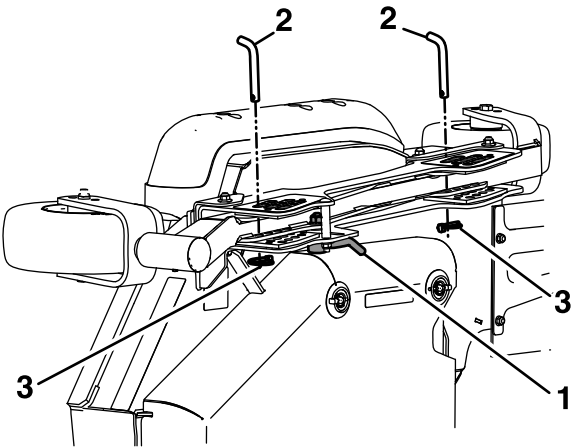

Figure 26
- B. Débloquez les verrous à came situés sur le profilé de hauteur de coupe du tablier latéral (Figure 26).
- D. Placez le tablier latéral à la hauteur adéquate et reposez les goupilles de hauteur de coupe et les goupilles à anneau (Figure 26).